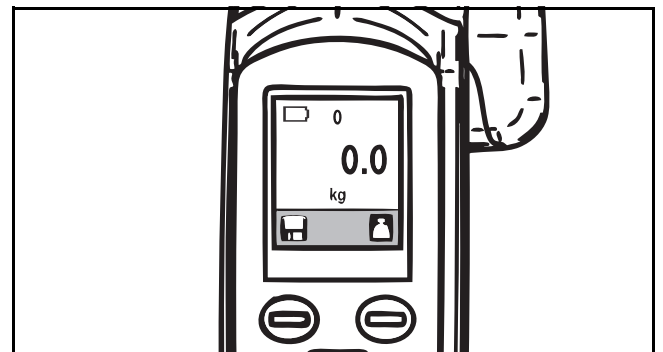

Fig. 61
- 2) Si el arnés ya ha sido instalado en el bastidor antes de la puesta en marcha, la MAXI MOVE ya se ha puesto automáticamente en cero y ya ha considerado el peso del arnés (véase la Fig. 61).